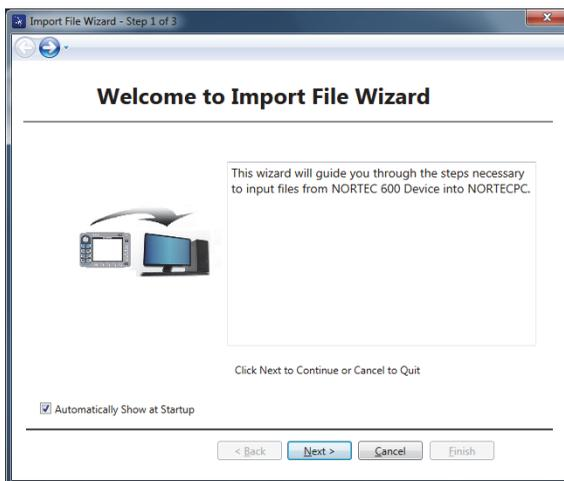

Figura 6-1 La finestra di dialogo Import File Wizard
1. Cliccare su **Next** (avanti) per incominciare la procedura guidata di importazione dei file (vedere Figura 6-1 a pagina 320).